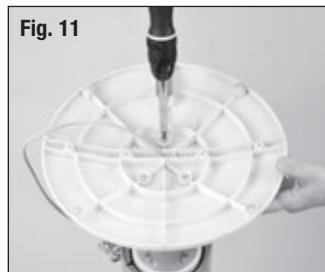

Fig. 11
- Alinee los tres orificios en la parte inferior del pedestal con los tres orificios en la base. Utilice los tres (3) tornillos M5 x 12 y el destornillador estrella (⊗) para asegurar la base a la parte inferior del cajetín del ventilador (Fig. 11).